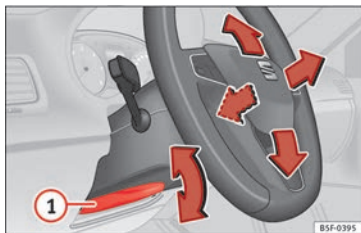

Fig. 19 Levier sur la partie inférieure latérale gauche de la colonne de direction.
• Régler la position du volant : tirez le levier » **fig. 19** ① jusqu'en bas, déplacez le volant sur la position désirée puis remontez le levier en position de verrouillage.